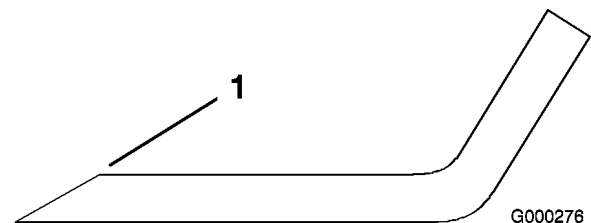

Figure 66
1. Au moyen d'une lime, aiguissez les tranchants aux deux extrémités de la lame (Figure 66) en veillant à conserver l'angle de coupe d'origine.